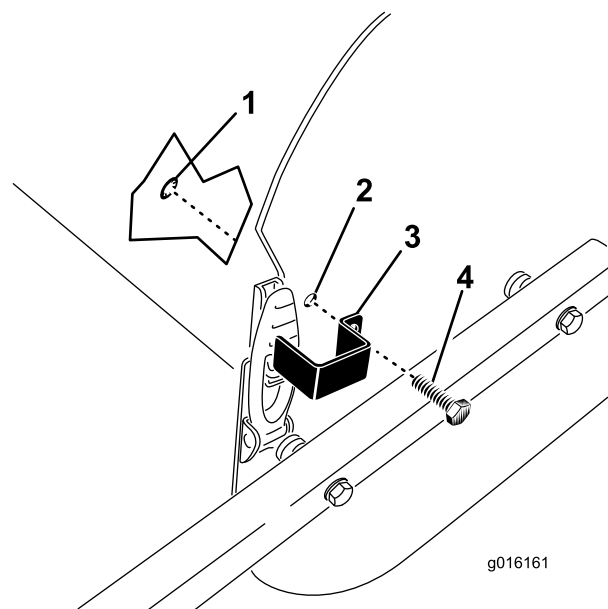

Рисунок 33
1. Выровняйте монтажное отверстие с отверстием в боковой панели и установите скобу защелки на защелку капота (Рисунок 33).
2. Закрепите скобу защелки на боковой панели самонарезающим болтом и стопорным кольцом (Рисунок 33).